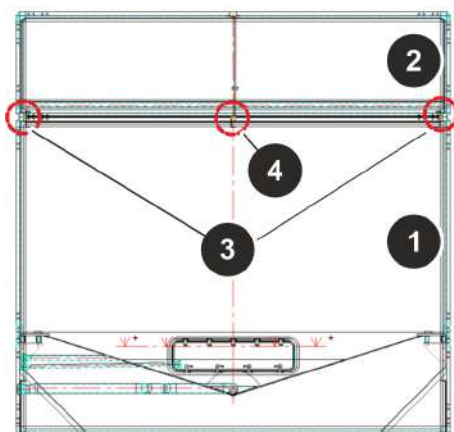

Fig. 24: Sellado del cubo recuperador
1. ➔ Coloque el cubo inferior (Fig. 24/1). Tenga en cuenta las instrucciones de transporte ( ➔ *Capítulo 2.2 «Transporte de las unidades de transporte» en la página 18*).
3. Coloque con cuidado el cubo superior (Fig. 24/2) sobre el cubo inferior ( *↪ Capítulo 3.3.3 «Superposición de cubos individuales» en la página 48*).